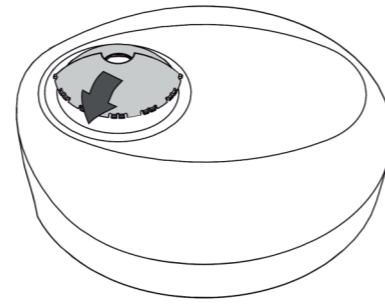

Bild 20
4.4.2 Befestigung der Linienabdeckung: Hinter dem Dekor Rahmen befindet sich eine Rinne und die Linienabdeckung ist mit einem kreisförmigen Haken ausgestattet. Die Linienabdeckung passt mit dem Dekorrahmen zusammen. Siehe Bild 20